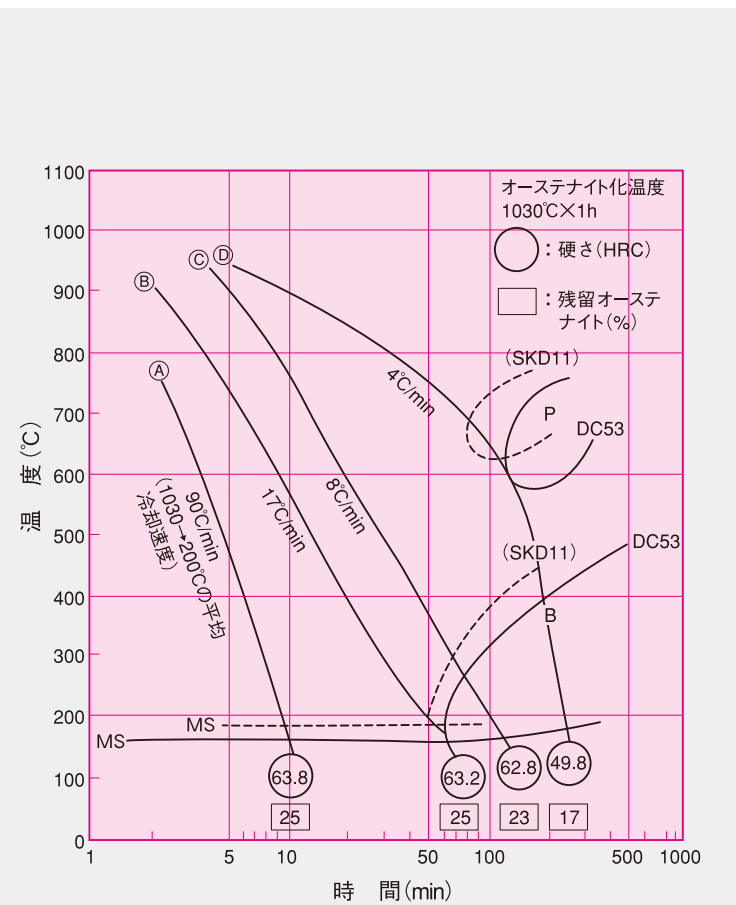

図13 CCT曲線
**焼入性** DC53はSKD11より優れた焼入性を示します。(図13)
焼なまし	焼入れ (A~Dは図13に示す冷却速度曲線)